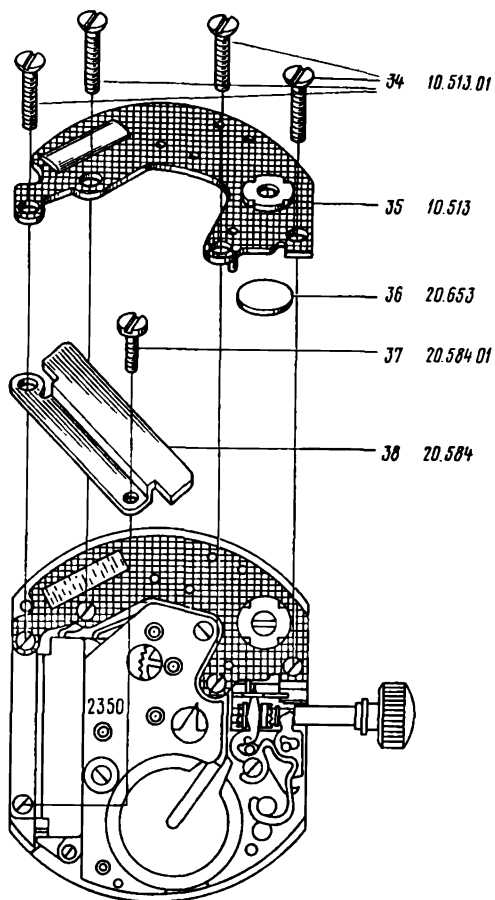

Рис. 124
38. Отвернуть и снять винты 34 блока кварцевого генератора (рис. 124)